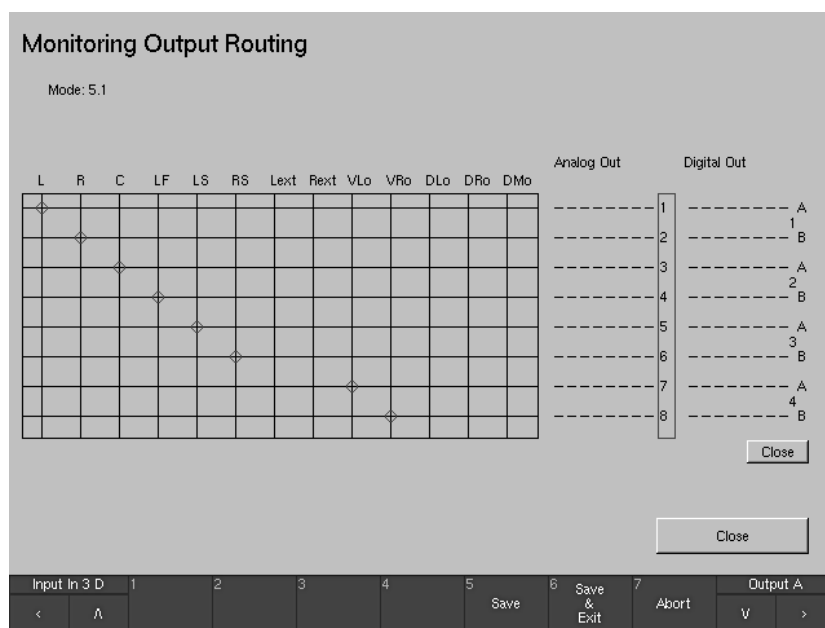

Bild 4-14: Kanaluordnungsmatrix für das „Monitoring Output Routing“
- **„Monitoring Output Routing“** (siehe Bild 4-14)  Diese Schaltfläche öffnet eine weitere Menüseite mit der Routing-Matrix, in der den internen logischen Kanälen L, R, ... die physikalischen Ausgänge der Anschlüsse „Monitoring analog Out“ (siehe Abschnitt 2.3.13.) und „Monitoring digital Out“ (siehe Abschnitt 2.3.14.) zugeordnet werden können (siehe Bild 4-14). Zur Verfügung stehen im: